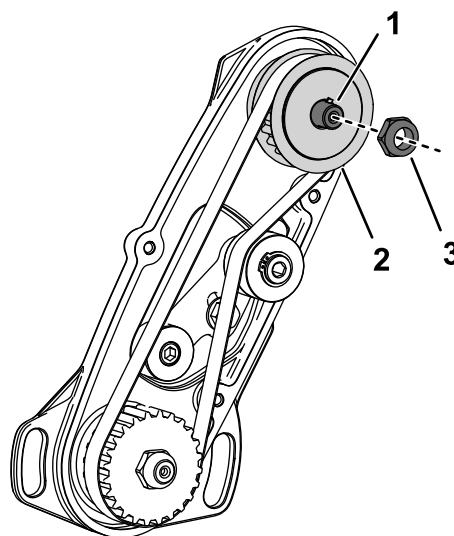

図 7
3. 駆動プーリが動かないように押さえながら、リール駆動シャフトからナットを外す 図 7。